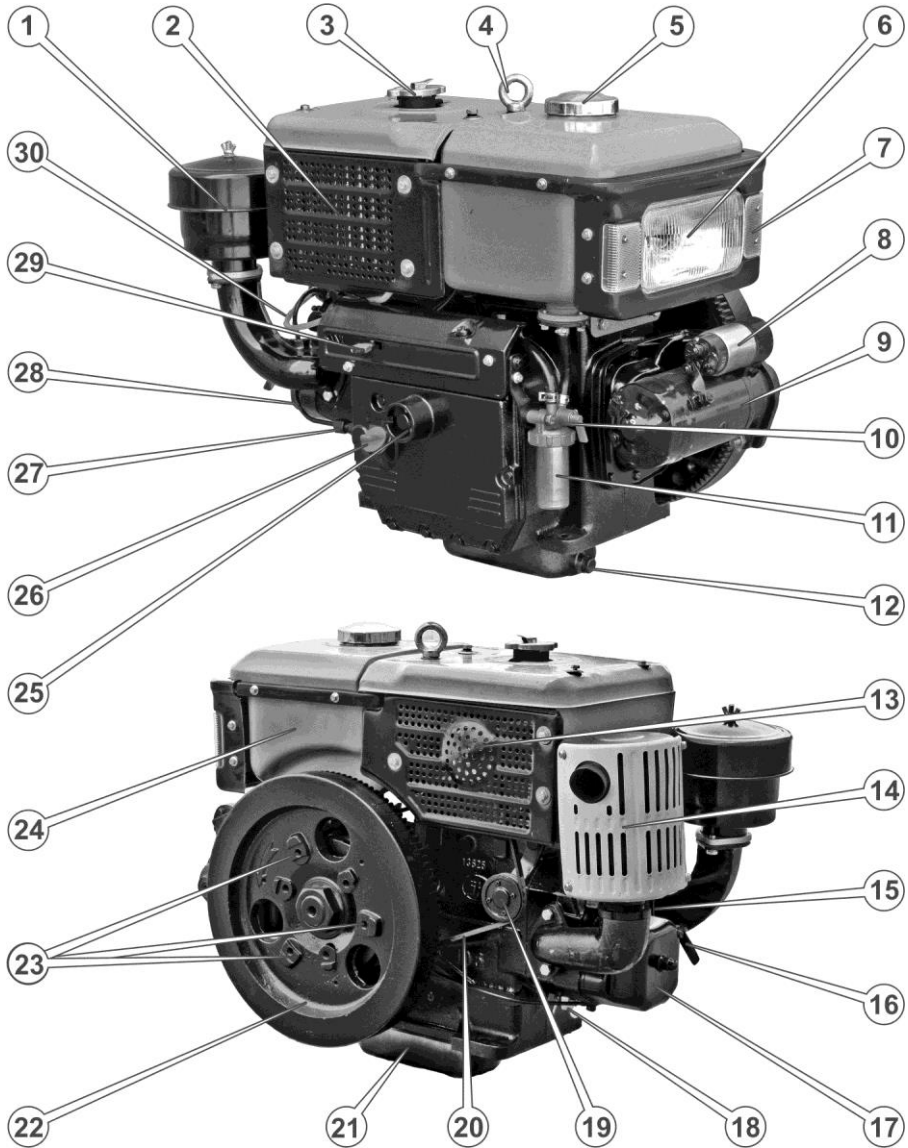

Рисунок 9. Робочі органи двигуна ДД 195 ВЕ
*Зовнішній вигляд, комплектація і розташування складових частин двигуна ДД180ВЕ можуть дещо відрізнятися від зображених на рис. 9.*